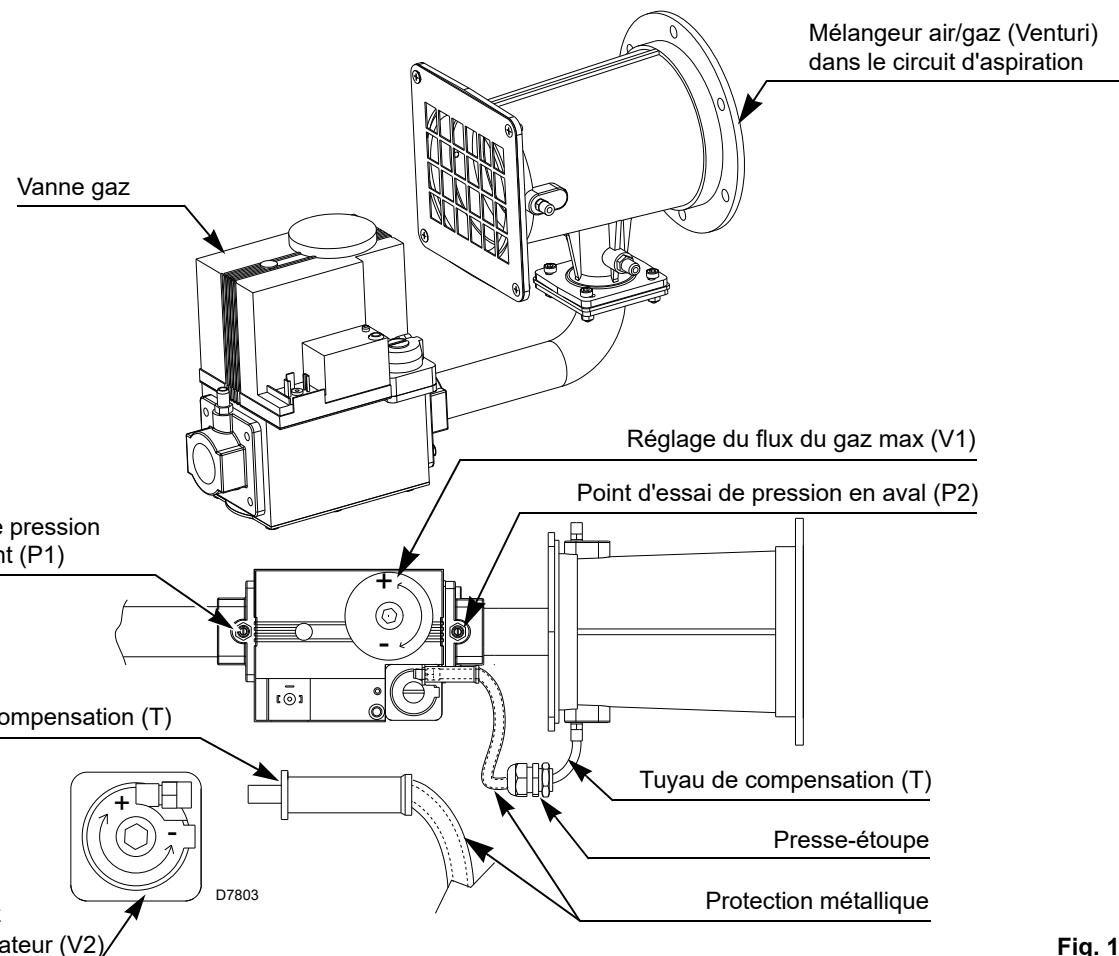

Fig. 19
Le tube (T)(Fig. 19) entre vanne-Venturi permet de compenser l'occlusion accidentelle de l'aspiration à l'aide de la réduction du gaz émis.
- purger l'air du tuyau de gaz à l'aide de la vis sur la prise P1)(Fig. 19 à la page 22).
Tourner légèrement dans le sens contraire aux aiguilles d'une montre la vis V1)(Fig. 19 à la page 22) située sur le mélangeur de la vanne gaz.
Le débit de gaz est réglé à l'aide des deux vis V1 et V2 (Fig. 19 à la page 22).